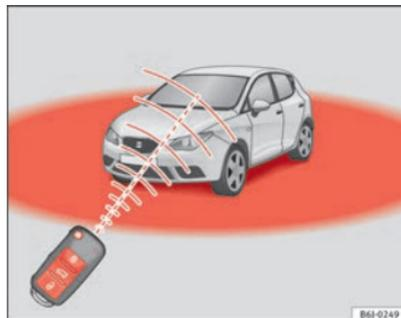

Abb. 47 Wirkungs-
Zudem blinkt die Batterie-Kontrollleuchte des Schlüssels \Rightarrow Abb. 47 auf.
- Die Funk-Fernbedienung funktioniert nur innerhalb ihres Wirkungsbereiches ⇒ Abb. 47.